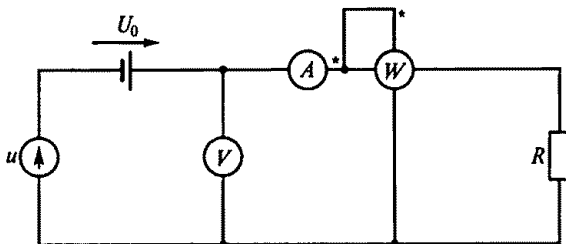

Рис. 108
3.67. В цепи на рис. 108 $U_0 = 220 \text{ В}$, $u = 180 \sin 314 t$, $R = 10 \text{ Ом}$. Каковы показания приборов электромагнитной системы? (Указать неправильный ответ.)